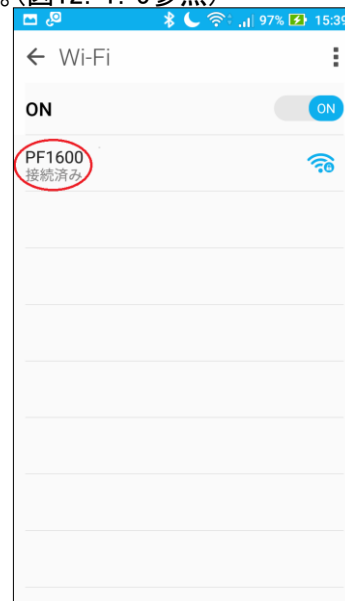

図12.1.5
- 接続に成功すると、「PF1600 接続済み」と表示されます。(図12.1.5参照)